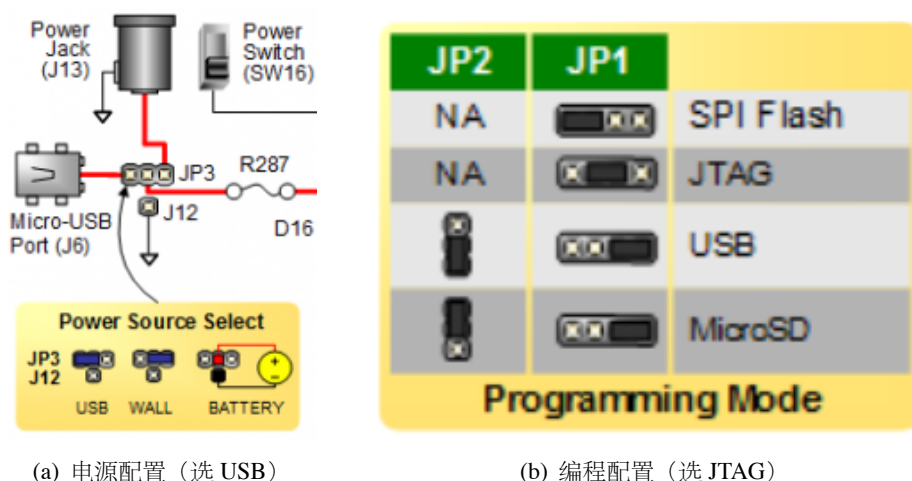

图 0-29: 跳线设置
- 确认已经通过 JP3 跳线正确的配置了电源输入方式为 USB（本学期实验可以不用外接电源），以及通过 JP1 跳线正确的配置了 JTAG 下载方式，如图 0-29 所示。